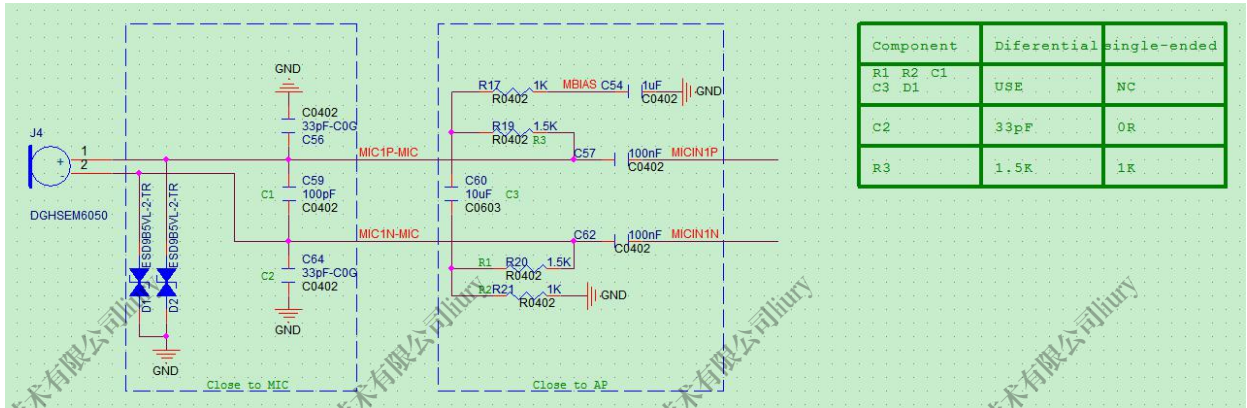

图 2-47 MIC 电路设计
- 本地 MIC 的电路设计推荐了单端设计和类差分设计方案，如果产品需 costdown，建议采用单端设计方式，可以省掉一个 ESD 器件。如果需提高 mic 音质和抗干扰性，推荐采用类差分设计。如图 2-47 所示：
- 耳机 MIC 和本地 MIC 的偏置电阻需要根据差分或者单端进行匹配。如图 2-47 所示的电阻 R17/R19/R20/R21。